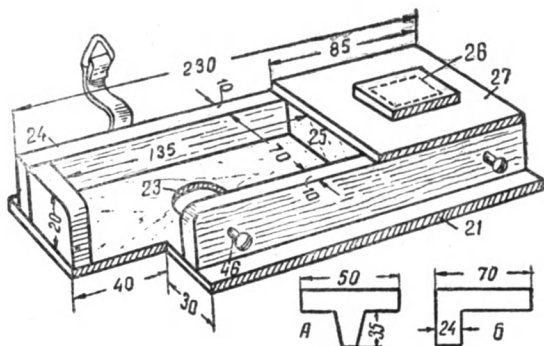

Рис. 35. Кассета.
Размеры и формы кассеты изображены на рис. 35. Фанерная дощечка (21) размером 110×230 мм и толщиной 3—4 мм служит основанием кассеты. Она имеет два отверстия: одно прямоугольное, второе (23) по контуру выступающих на передней стороне «ФЭДа» частей кольца с резьбой для объектива и оправ линз дальномера. Если этого отверстия не сделать, то аппарат не будет правильно лежать в кассете. Отверстия окружены рамкой (24) из брусков 10×20 мм по размерам рис. 35. Пере-
При установке стекла нужно добиваться, чтобы матовая поверхность стекла находилась на таком же расстоянии от нижней поверхности кассеты, как и поверхность пленки в «ФЭДе», вложенном в гнездо. Для этой цели подготовьте мерительное приспособление (А) в виде полоски картона шириной в 50 мм с узким выступом длиной в 35 мм (рис. 35). Вложите «ФЭД» в гнездо кассеты (рис. 35а и 35б), а выступ полоски вставьте в отверстие кассеты с ее нижней стороны. Затвор аппарата в это время должен быть открыт. Выступ упрется в поверхность пленки, заряженной в аппарат, а Т-образные плечики не коснутся нижней поверхности кассеты. Понемногу подрезайте длину выступа и добейтесь положения, при котором плечики полоски будут опираться на кассету, а конец выступа — слегка задевать эмульсию пленки. «ФЭД» в это время должен занимать рабочее положение в гнезде кассеты.
Рис. 35а и 35б. Кассета со вложенным в нее фотоаппаратом.